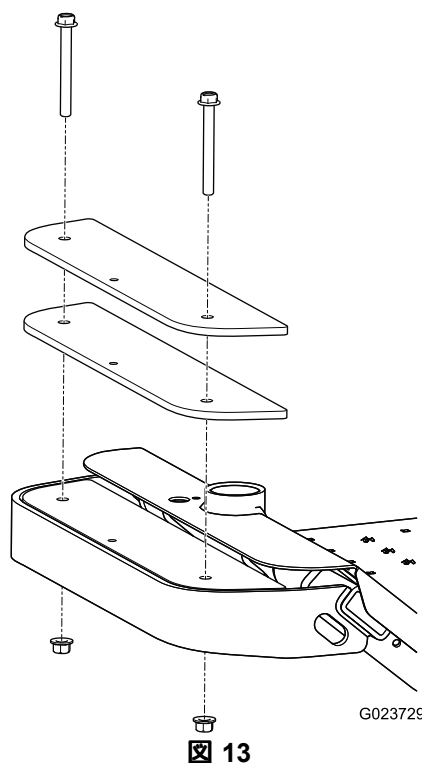

図 13
1. 車体前部についている既存のウェイトのボルト2本とナット2本を外す 図 13。